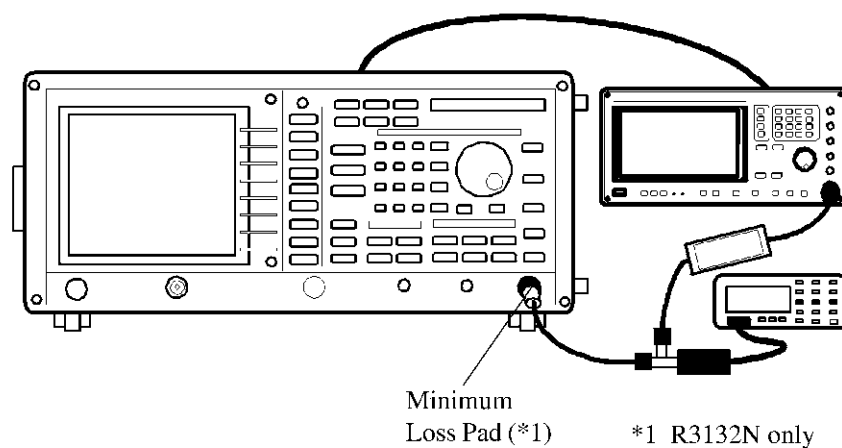

図 5-15 2次高調波歪の確認時の接続
4. 図 5-15 のように機器を接続します。
20. 図 5-15 のようにローパス・フィルタを接続します。